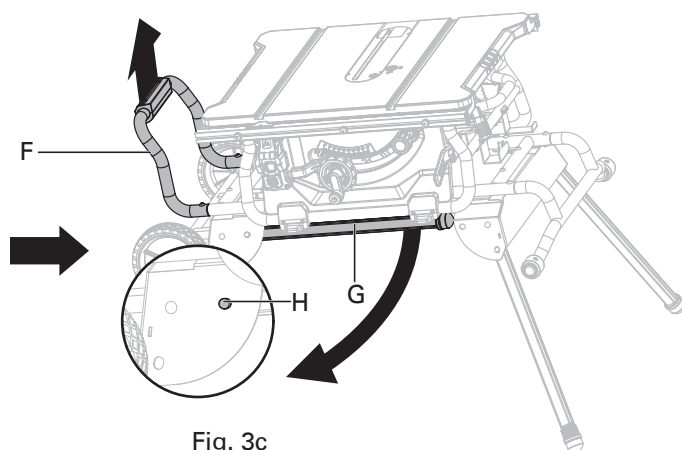

Fig. 3c
- Agarre el conjunto del caballete de soporte (F), levántelo hasta que las otras dos patas de soporte (G) dejen de tocar el suelo y, luego, saque las dos patas de soporte (G). Para ello, presione las clavijas de bloqueo (H) hasta que desbloqueen las patas de soporte (G) de los orificios y, luego, oscile las patas de soporte (G) hacia abajo hasta que las patas de soporte se bloqueen con las clavijas de bloqueo (H) y encajen en los orificios (Fig. 3c). Asegúrese de que la sierra de mesa esté equilibrada con las cuatro patas de soporte sobre el suelo.